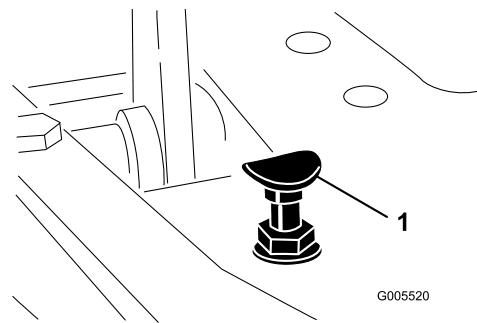

Bild 55
Stellen Sie den Funktionsschalthebel in die Transportstellung und drücken Sie das Gaspedal nach unten, um die maximale Transportgeschwindigkeit zu erreichen. Wenn das Pedal den Anschlag erreicht (Bild 55), bevor das Kabel gespannt ist, müssen Sie die Einstellung ändern:
1. Stellen Sie den Funktionsschalthebel in die Transportstellung, lösen Sie die Sicherungsmutter, mit der der Pedalstopp an der Grundplatte befestigt ist (Bild 55).